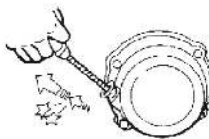

Рис. 9
5. Медленно потяните ручку стартера до появления сопротивления, и затем, прочно зафиксировав генератор, быстро и сильно потяните за ручку (Рис. 9).